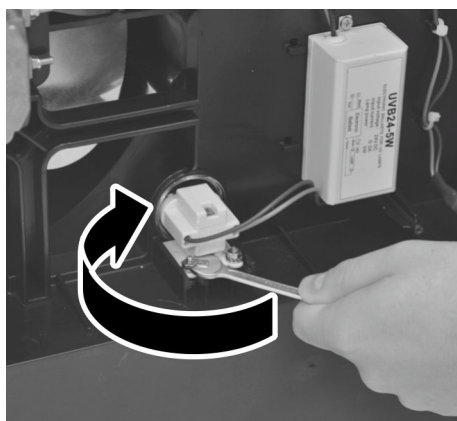

Abb. 38: Muttern der Lampenfassung anziehen
8. ➤ Muttern mit Gabelschlüssel SW 7 festziehen (Abb. 38).